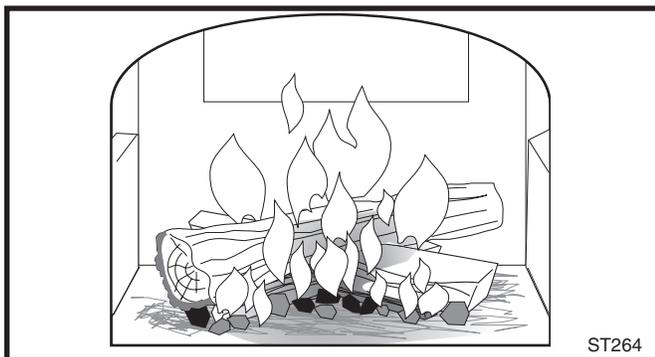

Fig. 40 Ajoutez de plus grosses bûches lorsque le feu commence à bien brûler.
- Si votre poêle Intrepid II est prêt après avoir suivi les étapes 1 à 3, continuez à faire le feu graduellement. Ajoutez de gros morceaux de bois ayant un diamètre de 76 à 102 mm (3 à 4 po), comme l'indique la Figure 40.